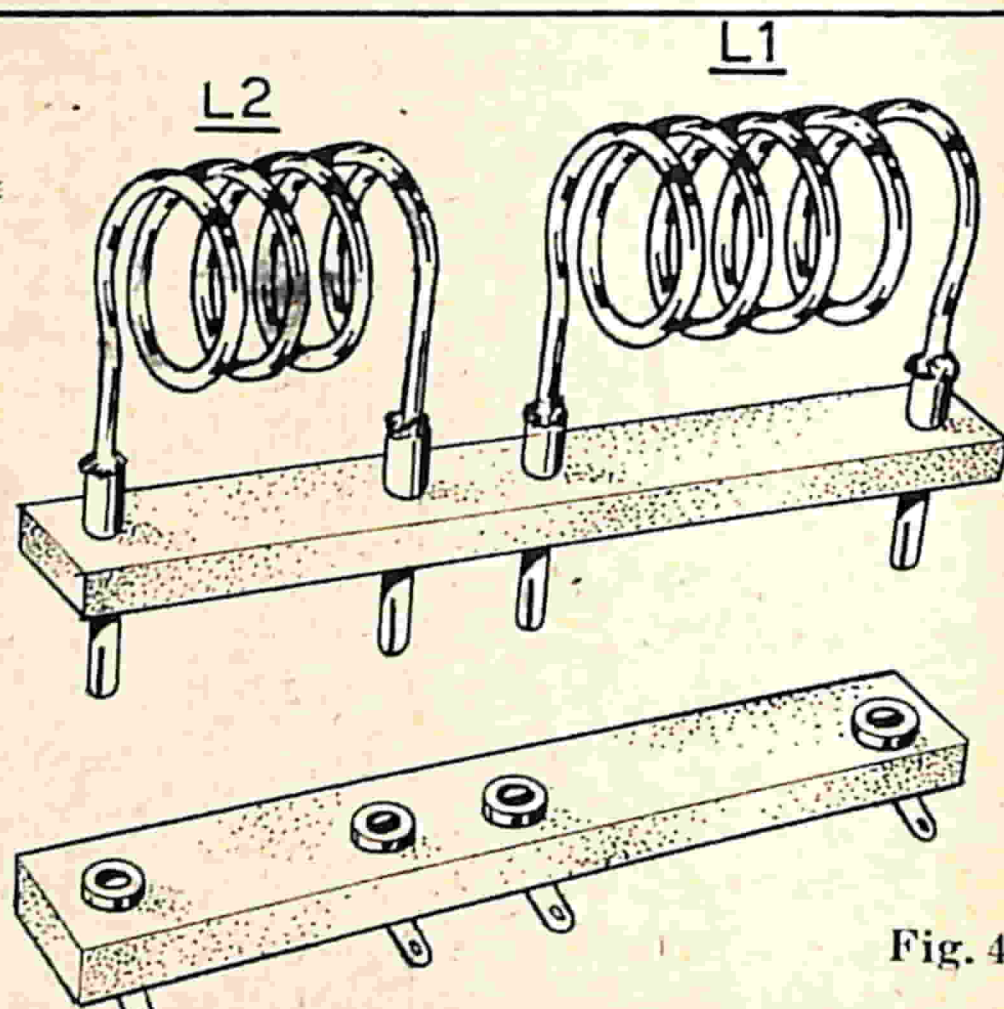

Fig. 4
Fig. 4 - Se si desidera esplorare con il ricevitore più gamme consigliamo al lettore di costruire dei supporti in materiale plastico sul quale fisseremo le bobine.
7) Il fondo è rivestito in balsa dello spessore di mm. 2, che viene incollato senza economia e mantenuto fermo — in attesa dell'essiccamento del collante — con spilli. L'eccesso di balsa verrà poi rifilato con una lametta (fig. 4).